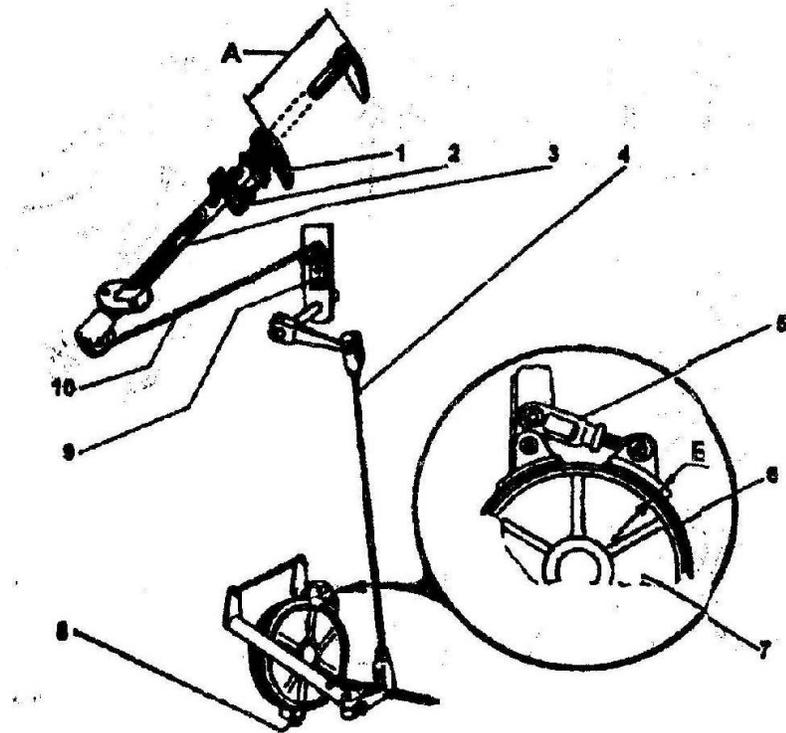

Рис. 58. Стояночный тормоз:
6.7.1.5. СТОЯНОЧНЫЙ ТОРМОЗ (рис. 58) должен надежно удерживать комбайн на стоянке на уклонах до 18 %, при этом рабочий ход А рукоятки 1 не должен превышать 200 мм.